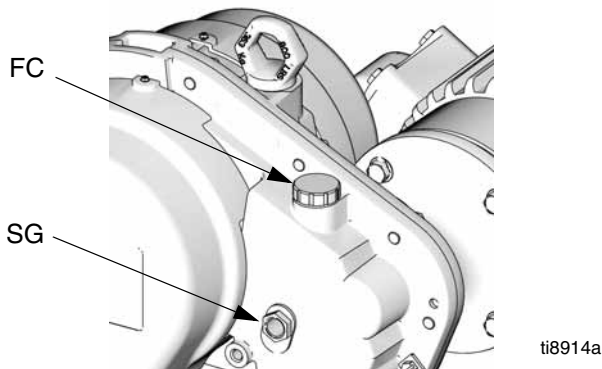

ABB. 8. Öleinfüllung
Jeden Tag bei laufendem Motor den Ölstand im Sichtglas (SG) am Vorgelege kontrollieren. Der Ölstand sollte (bei laufendem Motor) zwischen Ober- und Unterkante des Sichtglases (SG) liegen. Den Einfülldeckel (FC) öffnen und den Vorgelege-Ölbehälter nach Bedarf mit Graco-Öl 288414 (Packung mit zwölf 1-Quart-Flaschen) füllen. Nicht überfüllen. Siehe **ABB. 8**.